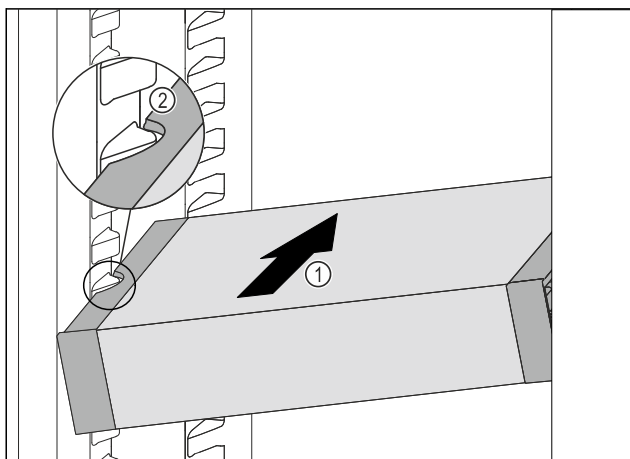

Fig. 119
- ▶ Skub VarioSafe skråt ind i kølesektionen, Fig. 119 (1) indtil udsparingerne i siden Fig. 119 (2) på VarioSafe er på niveau med beholderribben i kølesektionen.